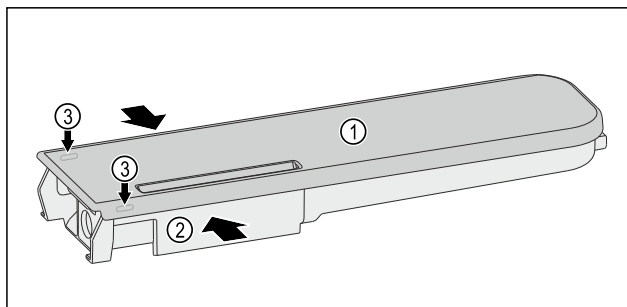

Fig. 119
- Presser le réservoir d'eau Fig. 119 (2) et faire levier pour lever précautionneusement le couvercle Fig. 119 (1) par les ergots Fig. 119 (3).
- Faire légèrement bouger le couvercle Fig. 119 (1) de l'avant vers l'arrière puis le retirer par le haut.